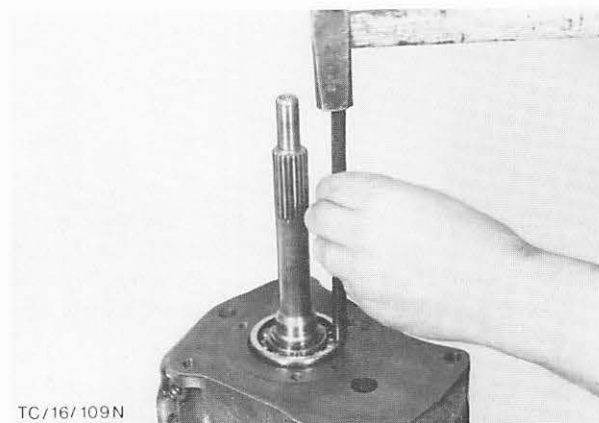

Abb. 89 Antriebswelle ausbauen
15. Großen Sprengring vom Antriebswellen-Kugellager entfernen und Antriebswelle vorsichtig mit einem Kupferdorn **nach hinten** aus dem Gehäuse treiben. Abb. 89. (Nur gegen den Außenlauf ring des Lagers schlagen).